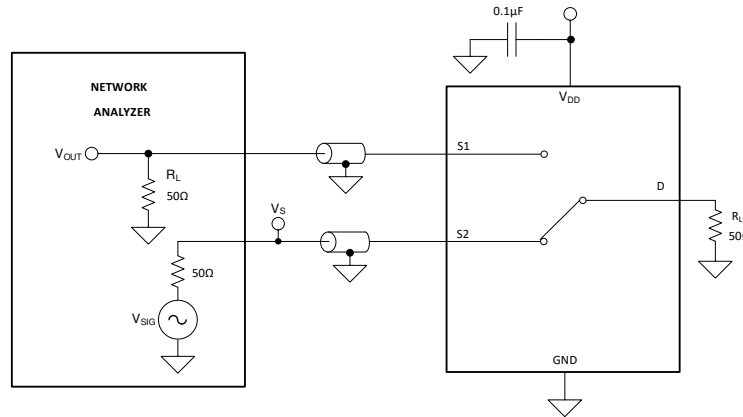

图 6-8. 串扰测量设置
串扰定义为另一通道的漏极引脚 (D) 处的信号与开启通道的源极引脚 (Sx) 上施加的信号之比。图 6-8 展示了用于测量串扰的设置和用于计算串扰的公式。